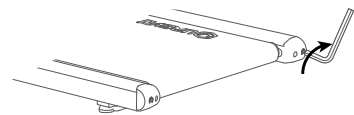

Figura 2
- Si la cinta de caminar se ha desplazado hacia la derecha, utilice la herramienta hex. para girar el tornillo del rodillo tensor derecho 1/4 de vuelta en el sentido de las agujas del reloj (consulte la figura 2).